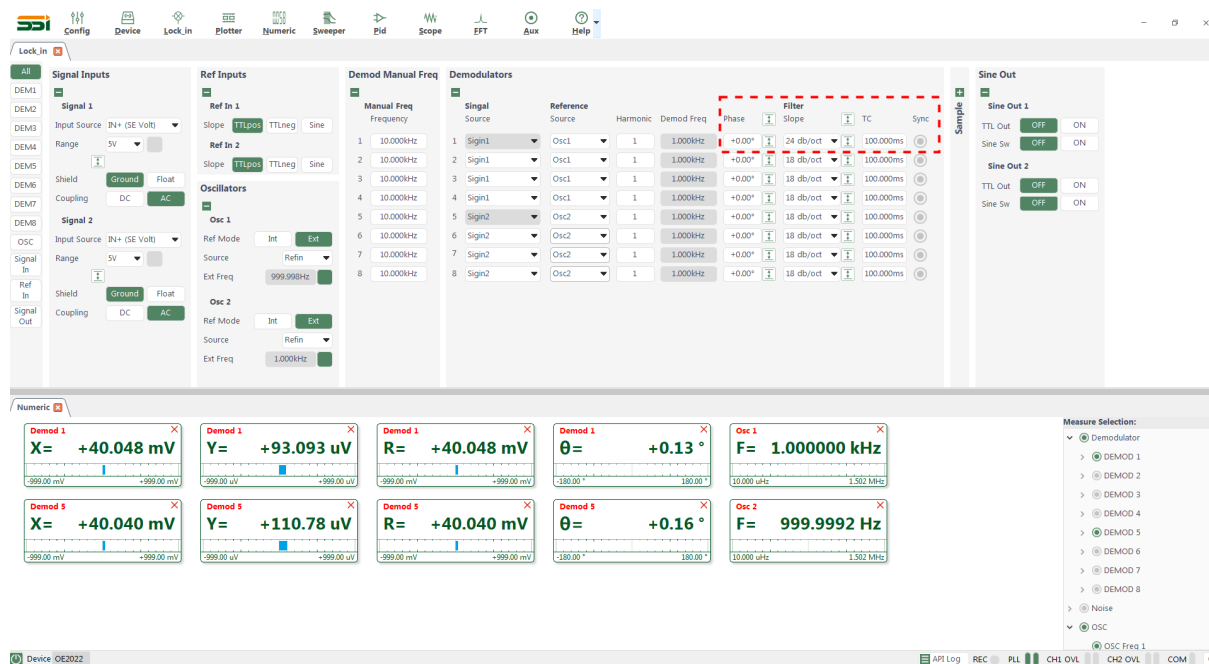
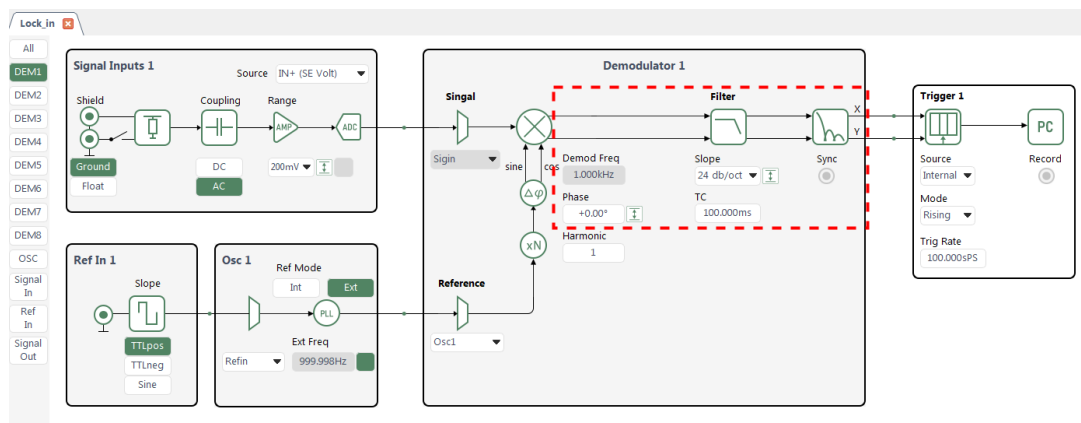

图 35. 滤波器配置图
图 36. 流程框图的滤波器配置区域
3. 根据表4，在滤波器配置区域选择解调器的时间常数、滤波器陡降和相位调整值，其它选项默认，如图35和图36所示，选择其中一种方式进行修改，完成配置。